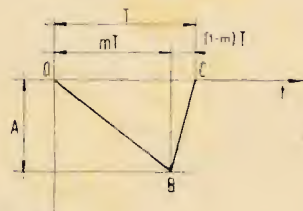

Fig. 7
4. — La fig. 7 contempla il caso del dente di sega invertito.
Dunque il caso di fig. 7 viene ricondotto al caso di fig. 4 e si può senz'altro affermare che la  $f(t)$  sarà rappresentata, anche per la fig. 7, da un'equazione del tipo [16].